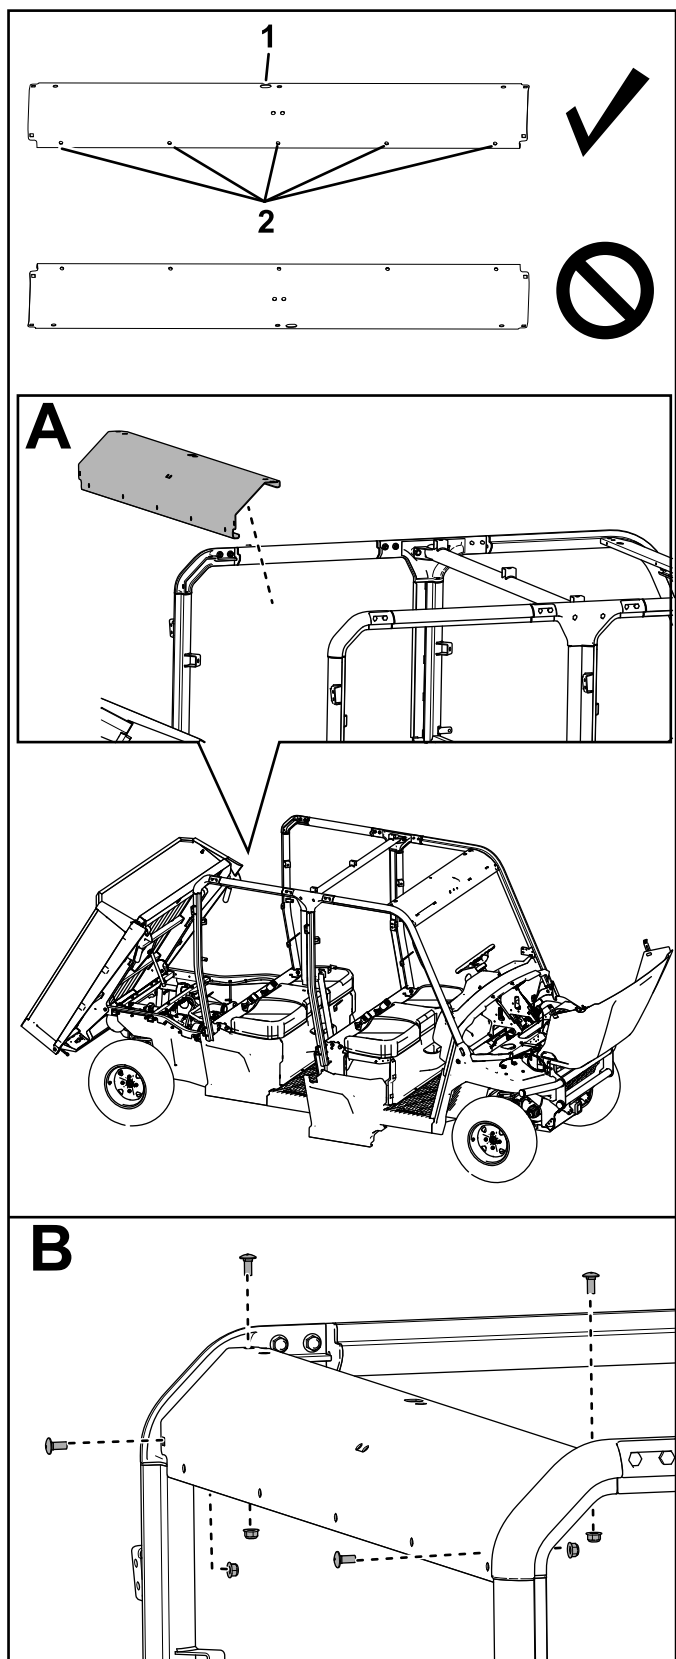

Figure 44
17. Fixez la barre transversale arrière aux barres arrière de l'arceau de sécurité à l'aide de 4 boulons de carrosserie ($\frac{5}{16}$ " x $\frac{3}{4}$ ") et 4 contre-écrous ($\frac{5}{16}$ "), comme montré à la Figure 44.
Veillez à monter la barre transversale à la position indiquée à la Figure 44.